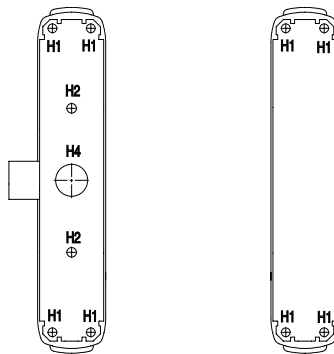

FIG.5
H1 = 3.5 mm (n° 8 fori di cui 4 per scatola principale e 4 per scatola secondaria) (fig 5).
- 3) Use an awl to mark the position of the holes to be drilled (refer to the templates on the door). Drill the holes (approximate diameters for the aluminium profiles given below): H1 = 3.5 mm (8 holes: 4 for main casing plate-spacer + 4 for secondary casing plate-spacer) (Fig. 5).
**IN THE CASE OF PANIC EXIT DEVICE WITH OUTSIDE OPERATION DEVICE items 07077-46/47/48/49 in addition to the above drill holes H2 and H4 as described in the specific instruction sheets.**
H1 = 3,5 mm (8 trous: 4 pour le coffre principal, 4 pour le coffre secondaire) (fig 5).
H1 = 3,5 mm (8 orificios: 4 para el cofre principal y 4 para el cofre secundario) (Fig. 5).
- 3) De positie van de nodige gaten markeren (zie op de deur geplakte mallen). De gaten boren (hier worden de doorsneden voor installatie op aluminium profielen aangegeven): H1 = 3,5 mm (nr. 8 gaten: 4 voor hoofdkast, 4 voor secundaire slotkast) (afb. 5).
H1 = (3,5 mm (8 Bohrungen: 4 für den Hauptkasten + 4 für den Nebenkasten) (Abb. 5)